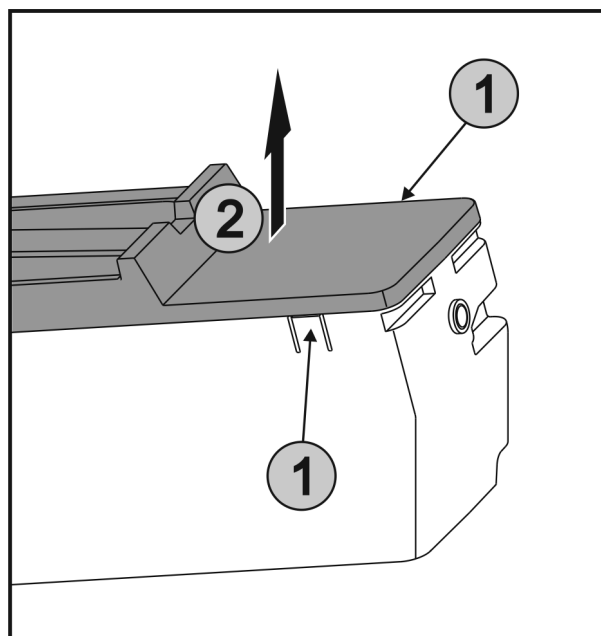

Fig. 68
- Wcisnąć jednocześnie nakładki Fig. 68 (1) znajdujące się po obu stronach EasyTwist-Ice, a pokrywę zdjąć podnosząc Fig. 68 (2) do góry.